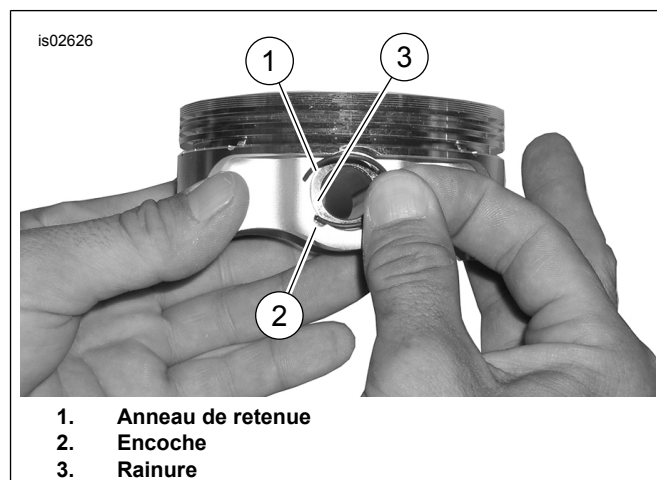

Figure 3. Anneau de retenue et piston
- Voir Figure 3. Insérer l'extrémité ouverte de l'anneau de retenue (1) dans l'encoche (2), sur la rainure (3), autour du bossage de l'axe de piston, de façon que l'ouverture soit à la position 12 h ou 6 h une fois installé.